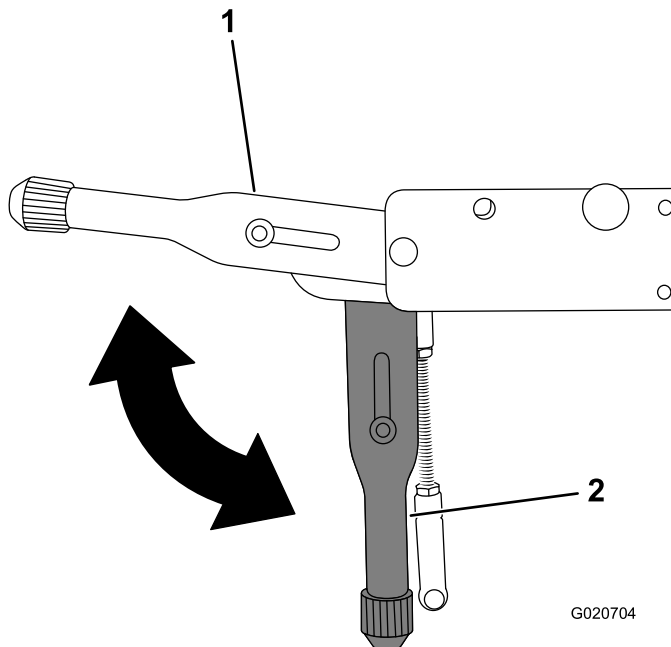

Figura 27
2. Tire hacia arriba de la palanca del freno de estacionamiento para poner el freno, y arranque el motor (Figura 27).
5. Empuje hacia abajo la palanca del freno de estacionamiento para quitar el freno (Figura 27).
2. Ponga el freno de estacionamiento (Figura 27).
6. Quite el freno de estacionamiento (Figura 27).
3. Quite el freno de estacionamiento (Figura 27).